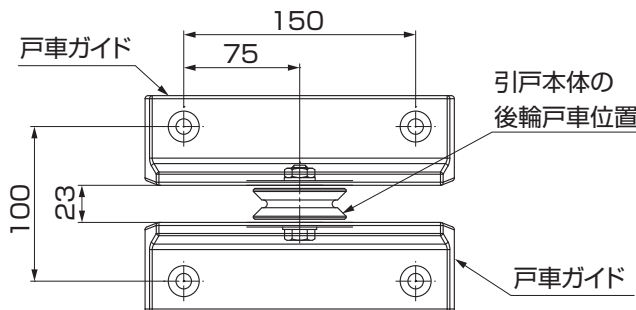

図15-2
②引戸本体を閉めた状態で引戸本体の戸車の位置にあわせて戸車ガイドを後輪の両サイドに位置合わせしてください。(図15-2参照)